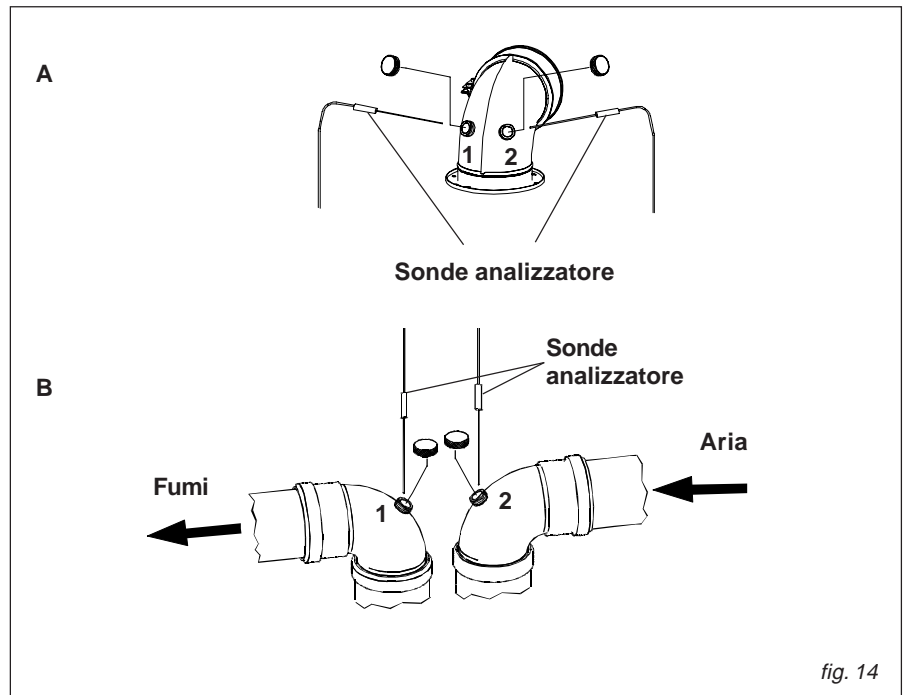

fig. 14
- misura dell'aria comburente prelevata nell'apposito foro 2 (vedi fig. 14).
- misura della temperatura fumi e della CO₂ prelevata nell'apposito foro 1 (vedi fig. 14).
- misura dell'aria comburente prelevata nell'apposito foro 1 (vedi fig. 14).
- misura della temperatura fumi e della CO₂ prelevata nell'apposito foro 2 (vedi fig. 14).